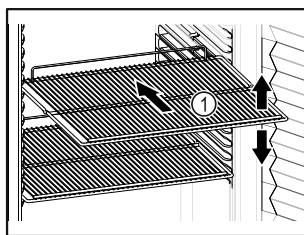

Fig. 61 Ilustratīvs attēlojums
- ❑ Ja novietošanas režīji *Fig. 61 (1)* ir novirzāmi, pielāgojiet tos pēc augstuma.